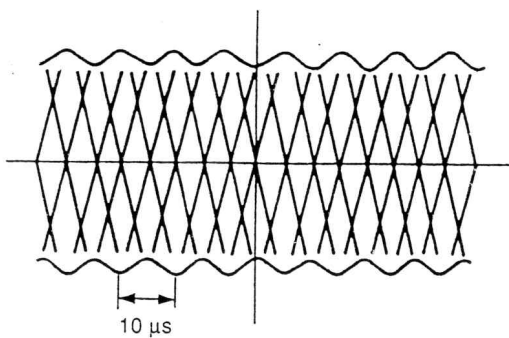

Abb. 4-9.
- e) Bei der Einstellung von GBAL auf die mittlere Position und bei gleichzeitigem Verfahren des Maßstabs wird eine Wellenform entsprechend Abb. 4-9. angezeigt. Hierbei PHAS einstellen, so daß die Hüllkurvenwelligkeit reduziert wird. Dieselbe Einstellung bei GBAL vornehmen.